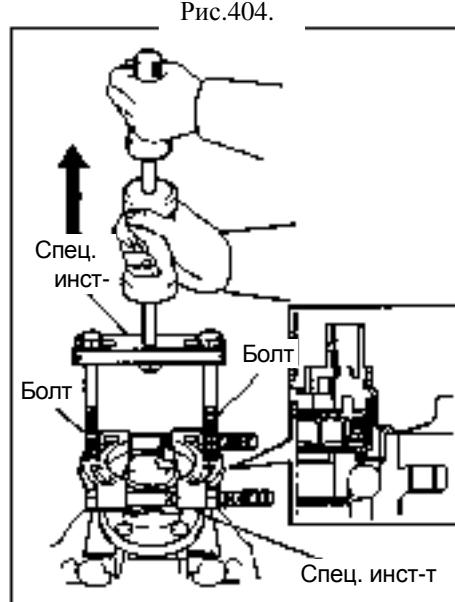

Рис.404.
- (с) Используйте специальный инструмент и 2 болта (M12*1.5) для снятия датчика скорости задних колес со ступицы (рис.404).